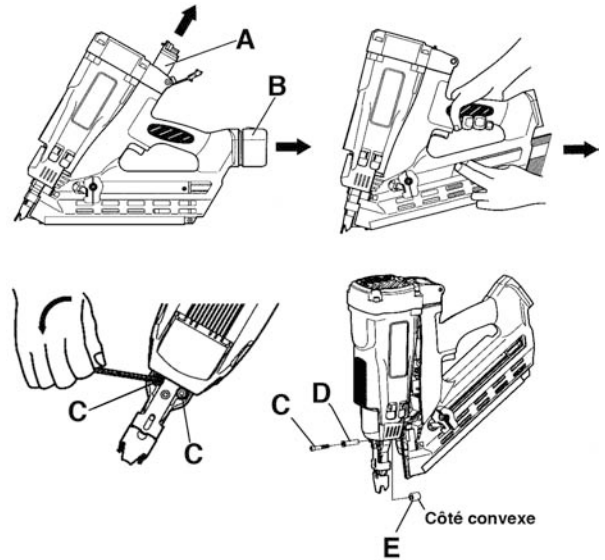

Figure 10
1. Retirez la bonbonne de gaz (A) Fig.10 et la batterie (B) de la cloueuse.
3. Retirez les deux boulons à tête cylindrique (C), manchons des boulons (D) et les espaceurs internes (E) de l'aide d'une clé hexagonale.